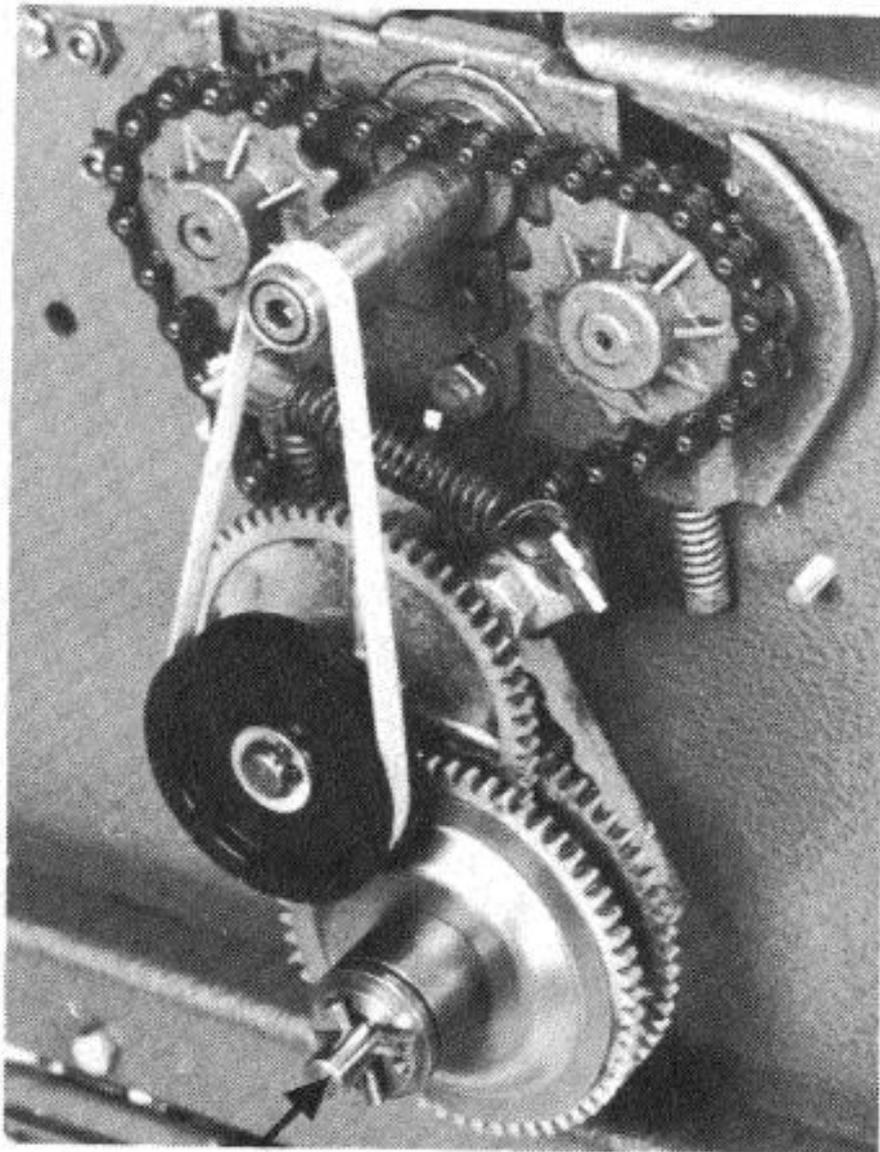

Abbildung 5 **M**
Die Wartung des Vorschubgetriebes ist problemlos. Nach Abnahme des Schalthebels und des Getriebeschutzes ist das komplette Getriebe gut zugänglich (Abb. 5).
**Abb. 5** zeigt das Vorschubgetriebe (Getriebeschutz und Schalthebel abgenommen) Ein-Aus-Stellung des Schalthebels (Aus = Stillsetzen der Vorschubwalzen)